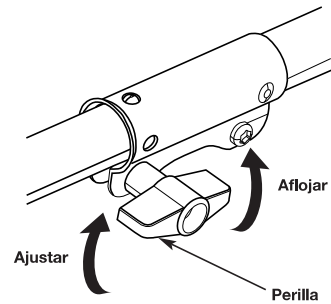

Fig. 4
3. Gire la perilla en sentido contrario a las agujas del reloj a fin de aflojar el acoplador (Fig. 4).
2. Gire la perilla en sentido contrario a las agujas del reloj a fin de aflojar el acoplador (Fig. 4).